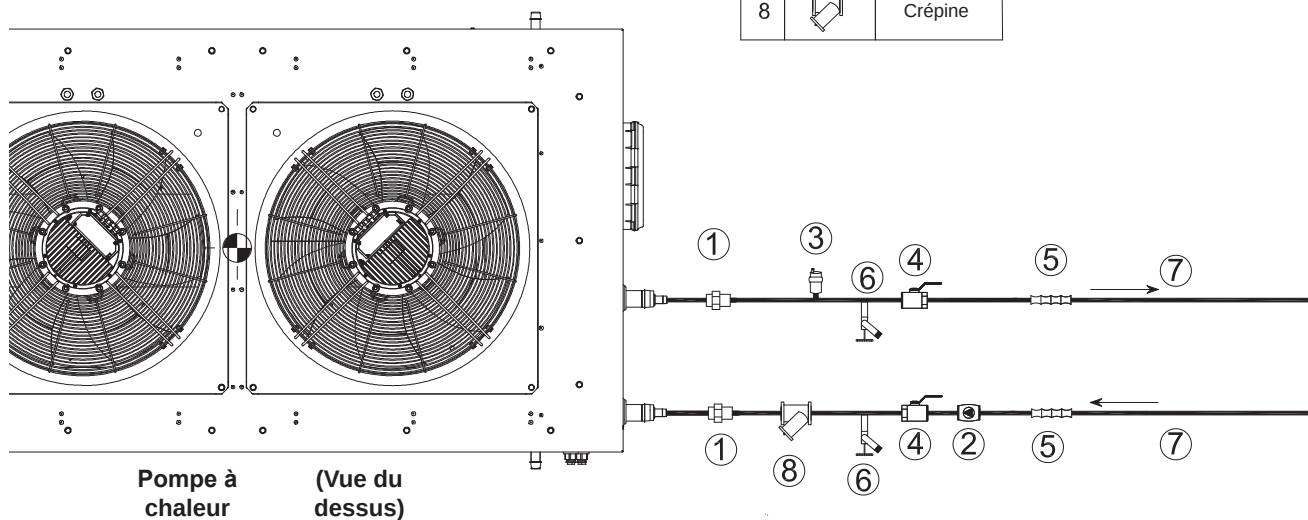

Figure 14. Composants
Reportez-vous à la figure 14 pour déterminer si le circulateur interne en option est adapté à votre application. La figure 14 présente deux courbes : le « débit du circulateur interne » et la « perte de charge de la pompe à chaleur ». Si la somme de toutes les pertes de charge externes dues aux tuyaux, vannes, raccords, etc., ainsi que la « perte de charge de la pompe à chaleur » à un débit donné est inférieure à la courbe de « débit de la pompe de circulation interne », la pompe de circulation interne en option peut être utilisée. Le dimensionnement de la tuyauterie doit être effectué par une personne qualifiée, dans le respect des exigences de la norme.
Si une pompe externe est utilisée, il est nécessaire de prévoir une pompe et un clapet de non-retour par pompe à chaleur. La pompe externe doit pouvoir fournir un débit compris entre 2,8 et 12 gal/min (10,6 et 45,4 l/min). La figure 14 permet de dimensionner la ou les pompes externes.
Utilisez la courbe « Perte de charge de la pompe à chaleur » en figure 14 pour déterminer la perte de charge au niveau de la pompe à chaleur à différents débits. La ou les pompes externes doivent être dimensionnées de manière à compenser la « perte de charge de la pompe à chaleur », ainsi que toute perte de charge due à la tuyauterie externe, aux vannes, aux raccords et aux accessoires. La pompe à chaleur peut fournir un signal de commande 0 à 10 V CC pour la pompe externe.
Les raccords d'eau du chauffe-eau à pompe à chaleur sont de type NPT mâle de 1-1/2 po. L'emplacement est indiqué en figure 3, page 9. Les conduites de départ et de retour raccordées au chauffe-eau à pompe à chaleur doivent être dimensionnées en fonction des débits prévus (qui dépendent du point de consigne) et de la perte de charge totale. Pour obtenir des conseils sur le dimensionnement, consulter le tableau 3 et la figure 14
- c. Consultez le tableau des pressions disponibles et déterminez la pression de charge est disponible au débit calculé en GAL/MIN à proximité de la pompe à chaleur (3.b.i). Voir figure 14, page 19.